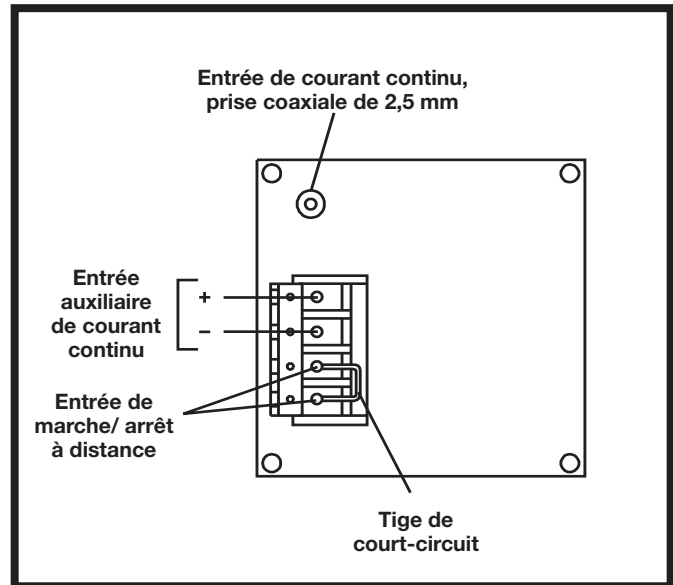

Figure 3. Pompe – Panneau arrière
Le panneau arrière, figure 3, contient une prise d'entrée d'alimentation en courant continu pour branchement de l'alimentation principale et un bornier à cloison à quatre bornes pour branchement d'un dispositif de marche / arrêt à distance et d'une alimentation auxiliaire en courant continu.
**La commande de marche/arrêt à distance:** Les bornes 3 et 4 du bornier du panneau arrière (figure 3) sont utilisées pour une commande de marche/arrêt à distance. Le sens et la vitesse de la pompe ne peuvent être contrôlés à distance. En fonctionnement sur place, ces bornes sont reliées ensemble par une tige de court-circuit. En fonctionnement à distance par fermeture de commutateur, retirer la tige de court-circuit et brancher les deux bornes du commutateur de commande à distance aux bornes 3 et 4. La fermeture des contacts du commutateur fera démarrer le système de pompage. Par contre, l'ouverture du contact arrêtera la pompe.
3. Pour le 77200-20, brancher le bloc d'alimentation externe et connecter au dos de l'entraînement. (Voir figure 3.)
4. Pour le 77200-12, fournir 11 à 15 V c.c. aux bornes. (Voir figure 3.)